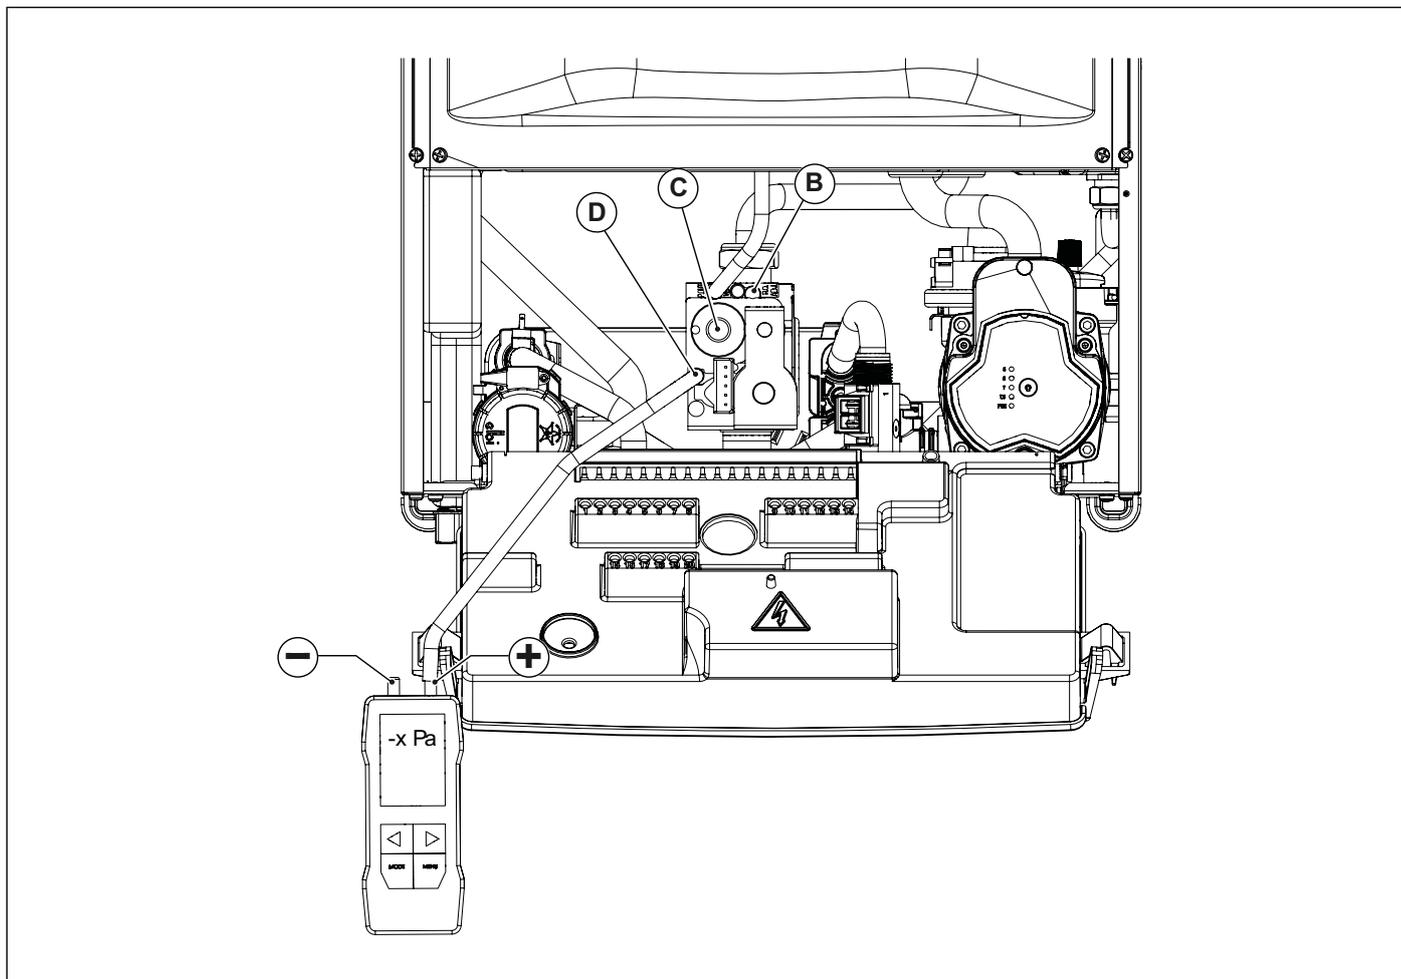

Fig. 37 Regolazione pressione di offset
- Aprire la vite della presa di pressione di offset **D** e collegarla all'ingresso positivo (\*) del manometro differenziale (vedi Fig. 37 Regolazione pressione di offset).